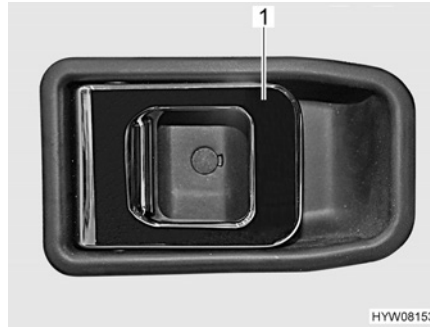

Bild 19 Türschloss (Fahrertür, innen)
- Öffnen:** ■ Am Griff (Bild 19,1) ziehen. Das Türschloss wird entriegelt.
- Verriegeln:** ■ Griff (Bild 19,1) in die Griffschale drücken. Das Türschloss ist verriegelt.